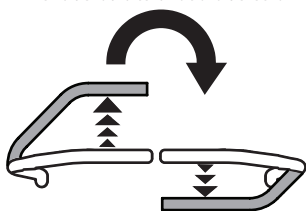

Fig. 27
- Para girar en el sentido de las agujas del reloj, mueva la palanca de control de la transmisión de la barra de seguridad izquierda hacia adelante mientras mueve simultáneamente la palanca de control de la transmisión de la barra de seguridad derecha hacia atrás (Fig. 27).